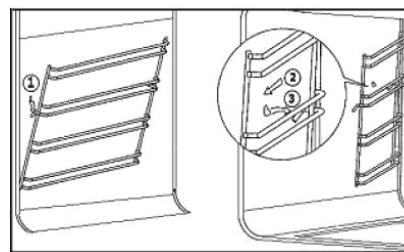

Рис. 11
**ПРИМЕЧАНИЕ:** Устанавливая уплотнитель на место, проследите, чтобы соединение уплотнителя было в центре нижней части [Рис. 11].
1. Снимите передний крючок с боковой стенки духовки как показано на Рис. 11.